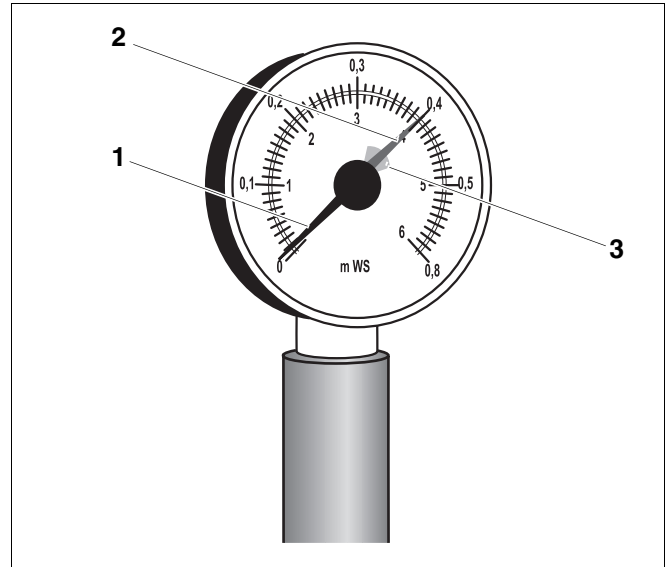

Fig. 3 Hidrómetro para instalaciones de calefacción abiertas
En las instalaciones abiertas, la aguja del hidrómetro (fig. 3, **pos. 1**) debe encontrarse dentro de la marca roja (fig. 3, **pos. 3**).